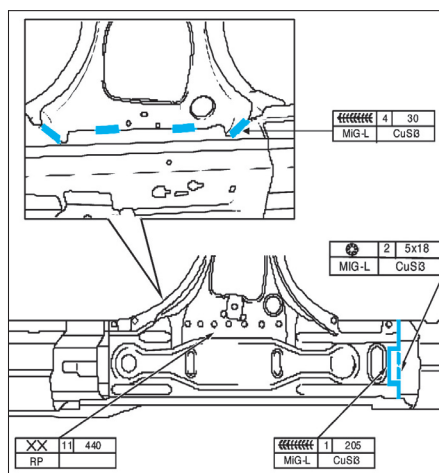

FIG. 76
- Souder la partie inférieure du renfort de pied milieu (fig. 76).